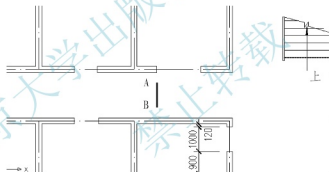

图 3.65 绘制门扇
(2) 绘制门扇: 单击【绘图】工具栏上的【多段线】图标  (快捷键 PL), 启动【多段线】命令。
- ① 在指定起点: 提示下, 在屏幕上任意单击一点作为多段线的起点。
- ② 在当前线宽为 0.0000, 指定下一个点或 [圆弧(A)/半宽(H)/长度(L)/放弃(U)/宽度(W)]: 提示下, 输入“W”后按 Enter 键。
- ③ 在指定起点宽度 <0.0000>: 提示下, 输入“50”。
- ④ 在指定端点宽度 <0.0000>: 提示下, 输入“50”, 这样就将线宽改为 50mm。打开【正交】功能 (快捷键 F8)。
- ⑤ 在指定下一点或 [圆弧(A)/闭合(C)/半宽(H)/长度(L)/放弃(U)/宽度(W)]: 提示下, 将光标垂直向上拖动, 输入“1000”后按 Enter 键结束命令, 结果如图 3.65 所示。